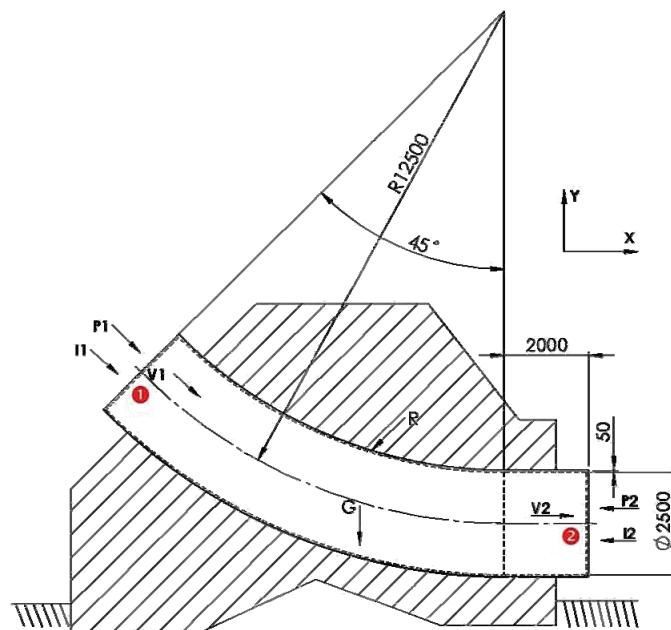

Fig. 13.1
Scopul prezentei aplicări este de a calcula acțiunea curentului de apă din porțiunea ①-② a conductei asupra postamentului, fig. 13.1, considerând următoarele date de calcul:  $p_1=15$  atm= $1519875$  N/m2;  $Q=80$  m3/s;  $D=2.5$  m;  $\alpha=45^\circ$ ;  $R_c=12.5$  m;  $L=2.0$  m; densitatea apei  $\rho=998.2$  kg/m3; accelerarea gravitațională  $g=9.81$  m/s2 [5].
The application's goal is to calculate the water action of the pipeline ①-② region on the abutment, fig. 13.1, for the following input data:  $p_1=15$  atm= $1519875$  N/m2;  $Q=80$  m3/s;  $D=2.5$  m;  $\alpha=45^\circ$ ;  $R_c=12.5$  m;  $L=2.0$  m; water density  $\rho=998.2$  kg/m3; gravitational acceleration  $g=9.81$  m/s2 [5].